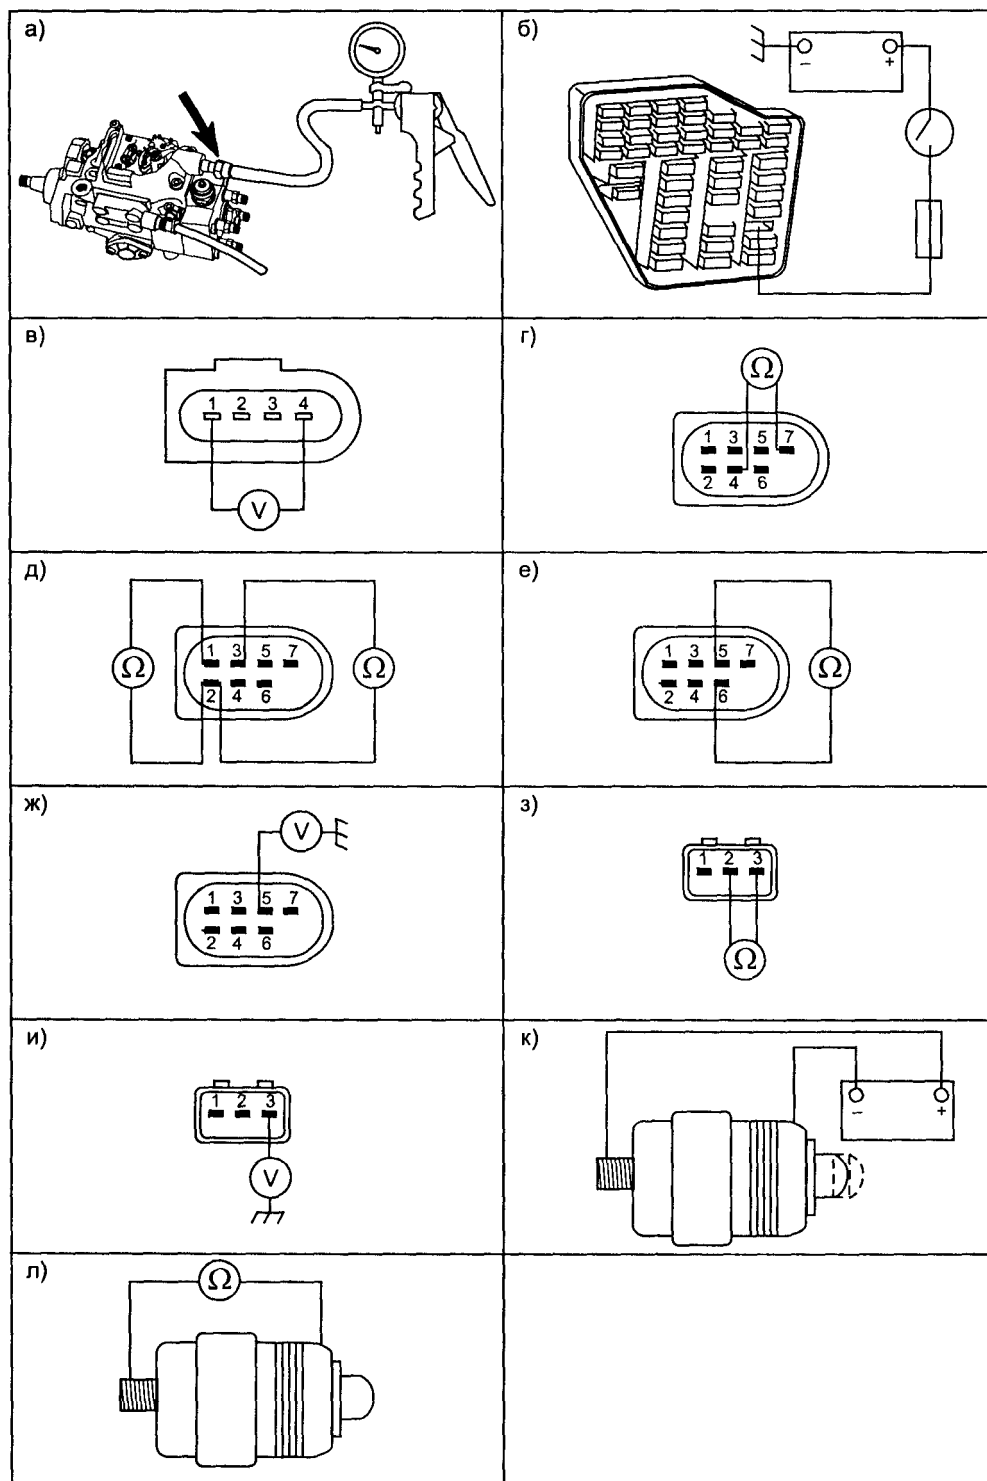

Рис. 1.2.7. Проверка компонентов топливной системы
Отсоединяют ТНВД от топливопровода обратного слива топлива подключают к штуцеру «обратного клапана» ТНВД ручной насос (рис. 1.2.7а). Создают насосом разрежение и удаляют воздух из ТНВД до появления топлива в шланге обратного слива.
- собирают диагностическую схему (рис. 1.2.7б, предохранитель F28 извлечен из колодки, питание подается на его шину) и проверяют наличие напряжения 12 В на контактах 1—4 разъема насоса FTP (рис. 1.2.7в). Если напряжение равно нулю, проверяют соединения, а если есть — заменяют насос FTP.
Показания датчика FTS используются при расчете параметров цикловой подачи топлива. Для проверки датчика отсоединяют 7-контактный разъем ТНВД (рис. 1.2.7г) и проверяют сопротивление между контактами 4 и 7 (табл. 1.2.3), если есть несоответствие заменить FTS датчик.
Регулятор FQA представляет собой электромагнитный поворотный исполнительный механизм, изменяющий положение регулирующей втулки ТНВД от нуля до максимума. Для управления регулятором используется ШИМ (широотно-импульсная модуляция) сигнал (см. осц. на рис. 1.2.5д). Для проверки регулятора FQA необходимо включить зажигание, на контакте 5 разъема ТНВД должно быть 12 В (рис. 1.2.7ж). Если напряжение равно нулю, проверяют реле K46, замок зажигания и соответствующие соединения. Если питание в норме, на отсоединенном разъеме ТНВД измеряют сопротивление обмотки регулятора между контактами 5 и 6, его величина 0,5...2,5 Ом (рис. 1.2.7е).
Датчик FQAS — кольцевой короткозамкнутый датчик, включенный по полудифференциальной схеме, он определяет угловое положение регулятора FQA. Необходимо проверить сигнал датчика на работающем на х.х двигателе (см. осц. на рис. 1.2.5е). Сопротивление обмотки датчика FQAS измеряют между контактами 1—2, и 2—3 отсоединенного разъема ТНВД, оно должно быть в пределах 5...7 Ом (рис. 1.2.7д).
Давление топлива внутри ТНВД, пропорциональное частоте оборотов двигателя, действует на механизм установки момента впрыска. Этот механизм также регулируется регулятором FITS. Положение регулятора зависит от скважности управляющего сигнала, формируемого ЕСМ (осц. на рис. 1.2.5г). Для проверки регулятора FITS включают зажигание, на контакте 3 разъема ТНВД должно быть 12 В (рис. 1.2.7и). Если напряжение отсутствует, проверяют предохранитель F1, реле K46, замок зажигания и соответствующие соединения.
Если 12 В есть, на отсоединенном разъеме ТНВД измеряют сопротивление обмотки регулятора между контактами 2 и 3, его величина 12...20 Ом (рис. 1.2.7з).
В ТНВД с электронным управлением двигатель останавливается механизмом регулятора цикловой подачи топлива, однако для повышения надежности имеется электромагнитный клапан отсечки топлива, который во включенном состоянии блокирует канал подвода топлива в надплунжерное пространство и останавливает двигатель. Для проверки клапана FSS измеряют сопротивление обмотки клапана, его величина равна 7,5 Ом (рис. 1.2.7л). После этого собирают диагностическую схему (рис. 1.2.7к) и проверяют работу клапана. При включении питания плунжер должен втянуться, а при отключении питания выйти наружу.